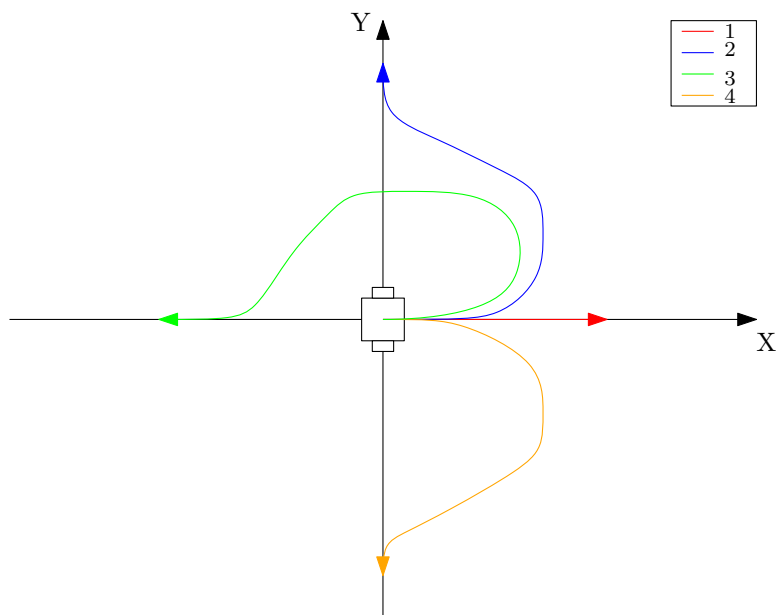

Рис. 7. Пример выполнения задания 1
- 5 Записать в файл координаты робота x и y во время его движения в целевые точки. После выполнения этого пункта у вас должно быть 4 разных файла с данными для каждого из регуляторов. Пример рис. 7. Обратите внимание, что на рисунке указаны простейшие точки: $(1, 0)$, $(0, 1)$, $(-1, 0)$, $(0, -1)$. При проверке преподаватель может задать другие четыре точки. Ваша программа должна корректно работать для произвольных целевых точек.